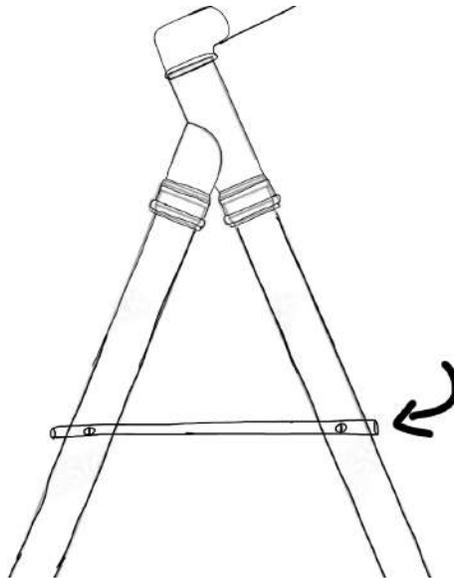

Figura 15: Bosquejo de la "barra A" de PVC de 23 pulgadas que estabiliza dos patas del marco. La imagen no está a escala.
- Utilice una broca de 5/16" para crear orificios para los tornillos metálicos de 5/16" y fije el PVC de ½" de 23 pulgadas de largo entre las patas del marco en ambos lados (consulte Figura 15). Coloque tuercas y arandelas ajustadas en la parte posterior de los tornillos.